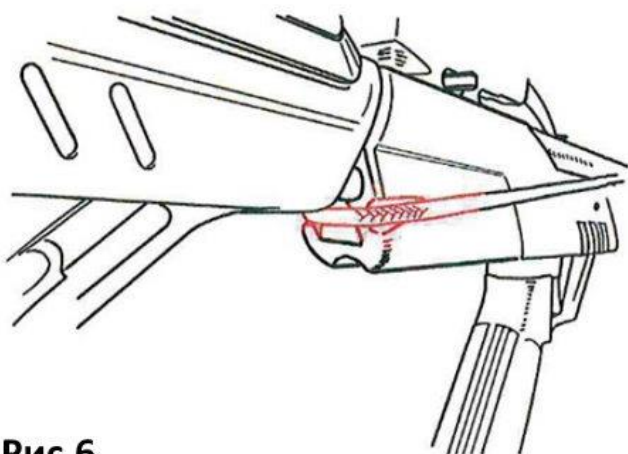

Рис.6
3. За спусковым механизмом располагается специальное углубление, проденьте через него трос натяжителя, так чтоб рукоятки и крючки натяжителя оказались внизу (Рис.6).